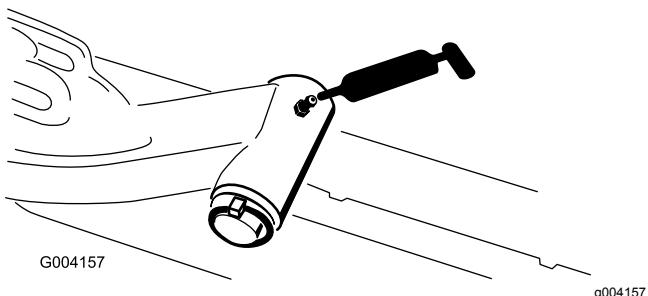

Figura 49
- Eixo das articulações do braço de elevação (1 cada) – Figura 49